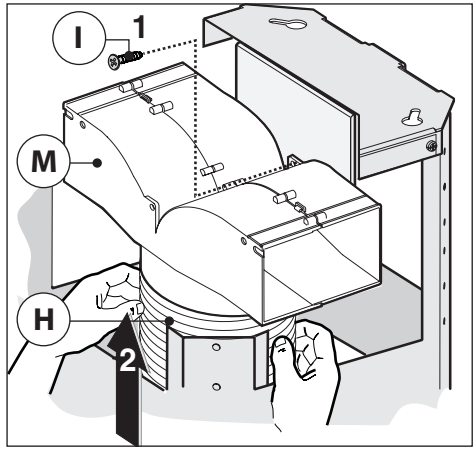
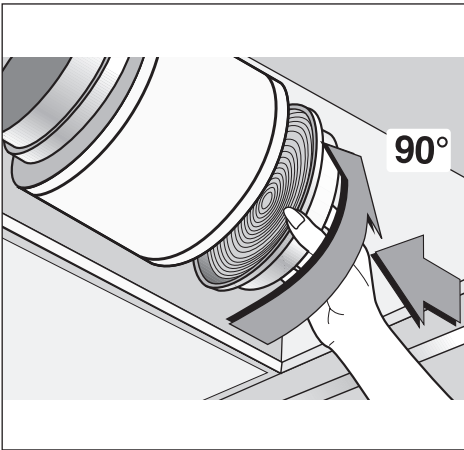

Fig.11
Fig.16
- Посоединить гибкую трубу **H** к отражателю **M** и закрепить болтом **I**, как показано на (Рис.11). Фильтры должны располагаться по центру на вытяжной установке внутри вытяжки. Необходимо повернуть их на 90 градусов до остановочного щелчка (Рис. 16).